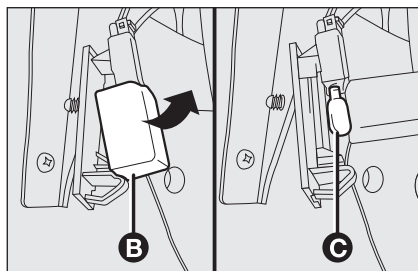

fig. 36
- ☐ ouvrir la protection **B**-fig. 36 et remplacer l'ampoule **C** insérée à pression;